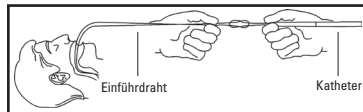

Abbildung 5
- Die Dilatationsspitze mit Daumen und Zeigefinger greifen und die Schleifen zuziehen, um die Befestigung zu formen (Abbildung 5).